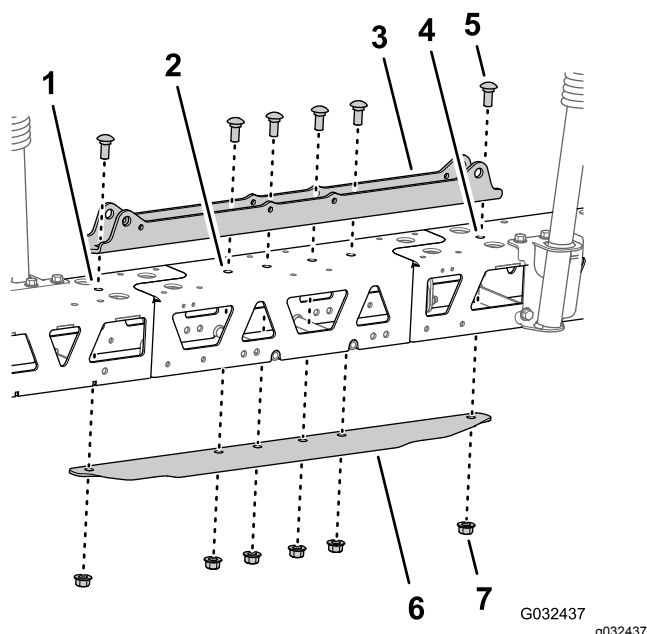

Figure 55
- Placez les trous du support de vérin en face des trous dans l'axe du cadre en treillis et de l'extension de rampe centrale (Figure 55).
6. Insérez la plaque de liaison dans le cadre en treillis et l'extension de rampe centrale, et alignez le trou dans la plaque de liaison et les trous dans l'axe des cadres en treillis et de l'extension de rampe centrale (Figure 55).
7. Assemblez le support de vérin, les cadres en treillis, l'extension de rampe centrale et la plaque de liaison à l'aide des 2 boulons de carrosserie (1/2" x 1 1/4") et des 2 contre-écrous à embase (1/2") que vous avez retirés à l'opération 2 de Séparation des cadres en treillis de la section de pulvérisation centrale (page 28), et des 4 boulons de carrosserie (1/2" x 1 1/4") et des 4 contre-écrous à embase (1/2") du kit de finition du système de pulvérisation GeoLink (Figure 55).